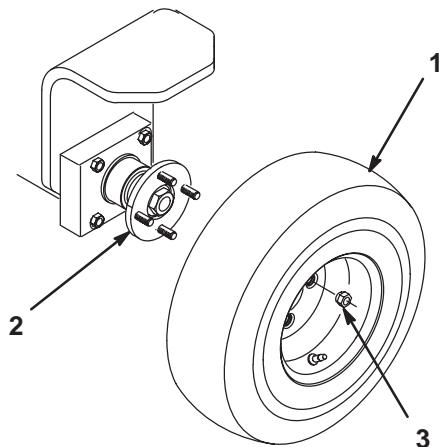

図1
1. 後ホイール・ハブにホイール・アセンブリを取り付ける(図1)